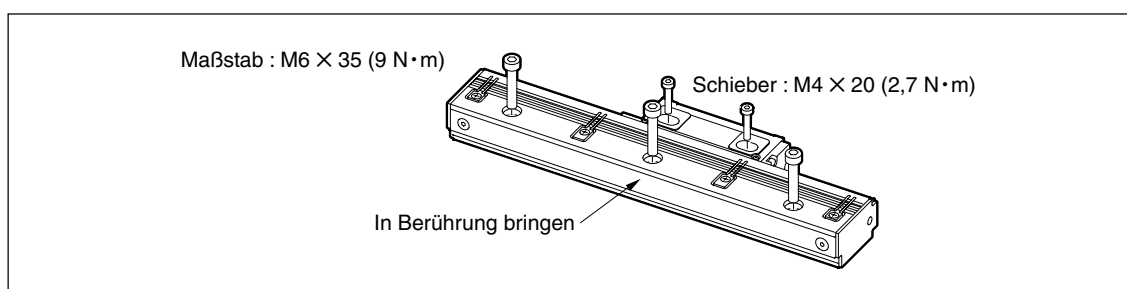

Abb. 2-4
- Ziehen Sie die Befestigungsschrauben zunächst provisorisch an. Legen Sie die Ausrichtung fest, und ziehen Sie dann die Schrauben zur Befestigung des Maßstabs an. (Abb. 2-4)